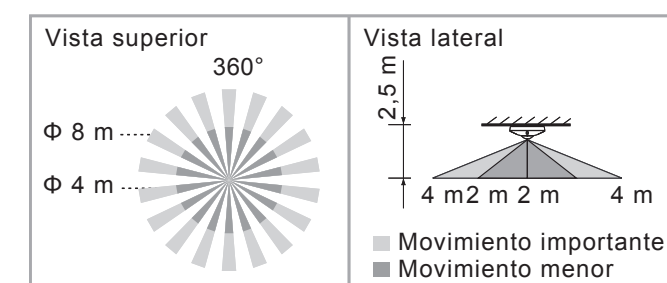

FIG. 2
3.1.1 Los detectores se pueden instalar a una altura de 2 a 5 m y se recomienda la altura de 2,5 m para conseguir la pauta de detección óptima. El margen de detección puede llegar a un diámetro de 8 m y un ángulo de detección de 360° (ver FIG. 2).